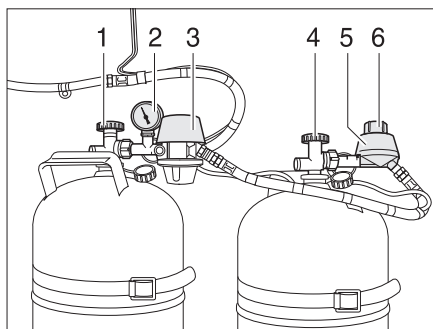
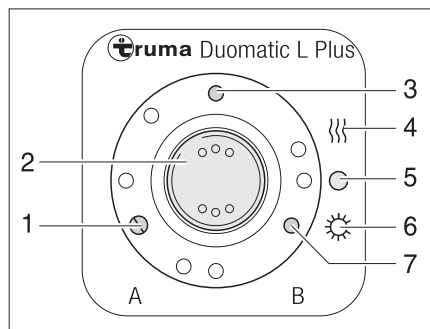

Fig. 87 Instalación de conmutación Duomatic
Fig. 88 Unidad de mando
La instalación de conmutación Duomatic se compone de un regulador central (Fig. 87,3) y de un regulador de conmutación (Fig. 87,5). Con el botón giratorio (Fig. 87,6) en el regulador de conmutación se puede determinar cuál de las bombonas de gas se usará como bombona de servicio y cuál bombona de gas como bombona de reserva.
El manómetro (Fig. 87,2) en el regulador central indica la presión en la bombona de gas, no el nivel de llenado de la bombona de gas. Con el manómetro se puede comprobar la estanqueidad de la bombona de gas.
En la unidad de mando (Fig. 88) únicamente pueden conmutarse las funciones eléctricas. Las llaves de paso principales de las bombonas de gas (Fig. 87,1 y 4) deben abrirse a mano.
- Abrir las llaves de paso principales en las bombonas de gas (Fig. 87,1 y 4).
- Con el botón giratorio (Fig. 87,6) en el regulador de conmutación (Fig. 87,5), seleccionar la bombona de gas de la cual se debe tomar el gas preferentemente (bombona de servicio).
En caso de que el botón giratorio se encuentre en la zona roja, el gas se tomará preferentemente de la bombona de gas con el regulador central (Fig. 87,3).
En caso de que el botón giratorio se encuentre en la zona verde, el gas se tomará preferentemente de la bombona de gas con el regulador de conmutación (Fig. 87,5).
- Conectar la instalación de conmutación Duomatic en la unidad de mando (Fig. 88).
Para ello, ajustar el interruptor basculante (Fig. 88,2) en modo de invierno "On y calentar" (Fig. 88,4) o en modo de verano "On" (Fig. 88,6). Los dos reguladores de presión de gas están ahora desaireados. El piloto (Fig. 88,3) se enciende.
- Poner el interruptor basculante (Fig. 88,2) en "O" (Fig. 88,5). El piloto (Fig. 88,3) se apaga.
- Cerrar las llaves de paso principales en las bombonas de gas (Fig. 87,1 y 4).
Las luces de control en la unidad de mando (Fig. 88) señalizan en el interior del vehículo si las bombonas están dispuestas para el funcionamiento.
- Luz de control "A" (Fig. 88,1): Bombona de gas en el regulador central
- Luz de control "B" (Fig. 88,7): Bombona de gas en el regulador de conmutación